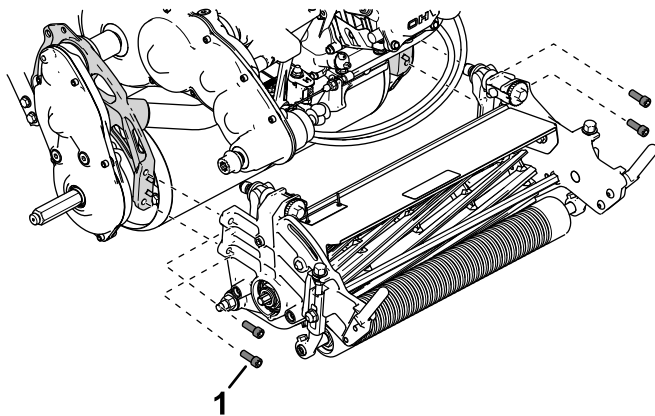

Figura 51
4. Retire los tornillos allen que fijan la unidad de corte al bastidor (Figura 51).